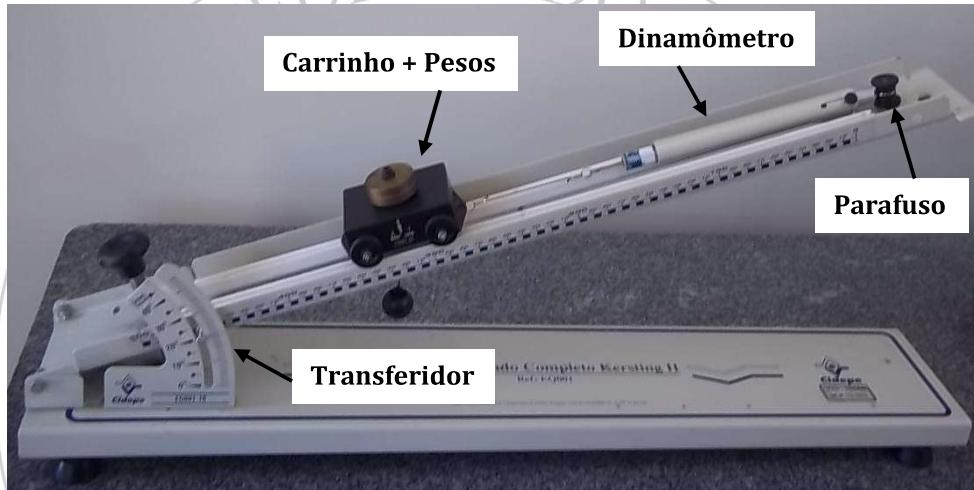

Figura 1- Montagem experimental para o carrinho + pesos no plano inclinado.
2. Pese o sistema carrinho + pesos (veja a Figura 1) com o uso do dinamômetro. Anote o valor obtido, bem como a incerteza.
3. Girando o manípulo do fuso de elevação contínua eleve o plano inclinado até um ângulo de 30 graus (Figura 1).